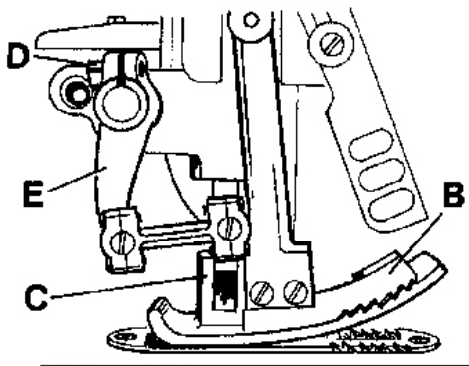

Fig. 16
Assemble the upper feed dog (B, Fig. 16). The upper feed dog should not push against the front or rear end when moving in the slots of presser foot (C).
For setting the upper feed dog with respect to the slot ends in the presser foot and the tooth spaces of the lower feed dog, loosen screw (D, Fig. 16) and turn drive lever (E) accordingly to the front or rear. Retighten screw (D).
Montieren Sie den Obertransporteur (B, Fig. 16). Der Obertransporteur darf bei seiner Bewegung in den Schlitzen im Drückerfuß (C) weder vorne noch hinten anstoßen.
Zum Einstellen des Obertransporteurs im Bezug zu den Schlitzenden im Drückerfuß und zu den Zahnlücken des unteren Transporteurs lösen Sie die Schraube (D, Fig. 16) und schwenken den Antriebshebel (E) entsprechend nach vorne oder hinten. Ziehen Sie Schraube (D) wieder an.
The motion should be set so that the rear four teeth of the upper feed dog (B, Fig. 16) remain approx. 1/3 of their height in the presser foot slots when lifting.
Die Bewegung muß so eingestellt sein, daß die hinteren vier Zähne des Obertransporteurs (B, Fig. 16) beim Abheben noch mit etwa 1/3 ihrer Höhe in den Drückerfußschlitzen sind.